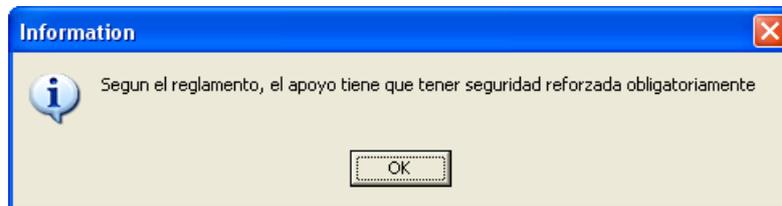

Figura 11.32.
- Figura 11.32: No necesita comentario.